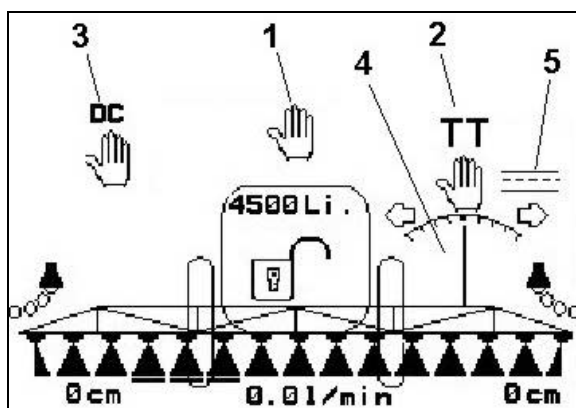

Fig. 79
Manuell (Fig. 79/1), automatisk (Fig. 80/1)
Vid manuell reglering visas symbolen  (Fig. 79/1) och dessutom angivelsen [l/min] (Fig. 79/2) i displayen.
Manuell (Fig. 79/2), automatisk (Fig. 80/2), transportkörning (Fig. 79/5)
- Om körhastigheten överstiger 15 km/h (transportkörning), kommer Trail Tron att automatiskt reglera styraxeln till mittenläge samtidigt som symbolen (Fig. 79/5) visas.
(Fig. 79/2). Tryck på knappen  resp.  tills hjulen på den bogserade sprutan går exakt i spåren efter traktorhjulen.
Manuell (Fig. 79/3), automatisk (Fig. 80/3)
Vid manuell reglering visas symbolen  (Fig. 79/3). Distance Control är avstängd. Reglering av munstyckenas avstånd till underlaget sker manuellt via lutningsinställningen och höjdinställningen.